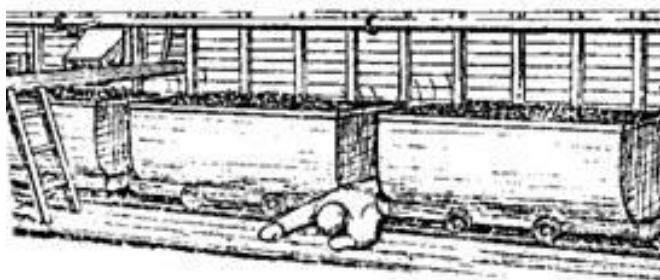

Рисунок 6
16. На погрузочном пункте горнорабочий решил перейти на друзю сторону штрека между вагонетками состава. В этот момент состав дернуло, горнорабочий потерял равновесие и упал (рис.6).